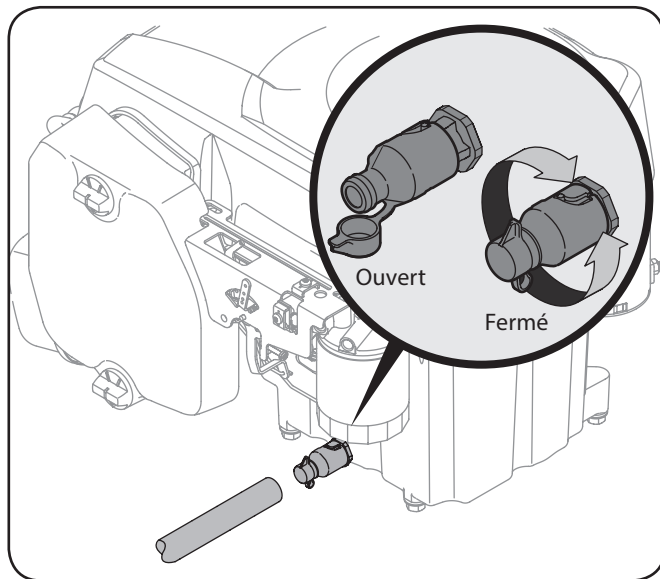

Figure 6-1
- Retirez le capuchon protecteur de la soupape de vidange. Voir Figure 6-1.